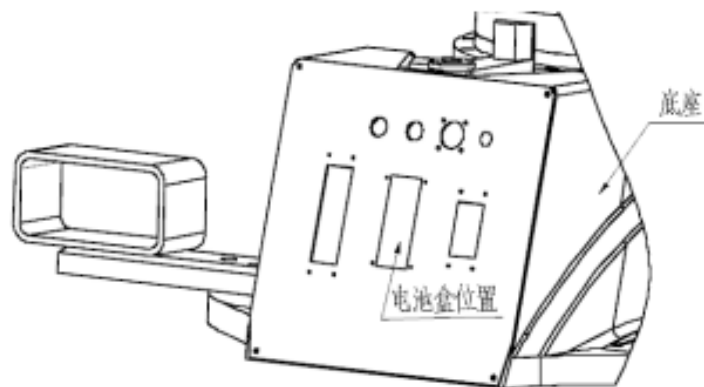
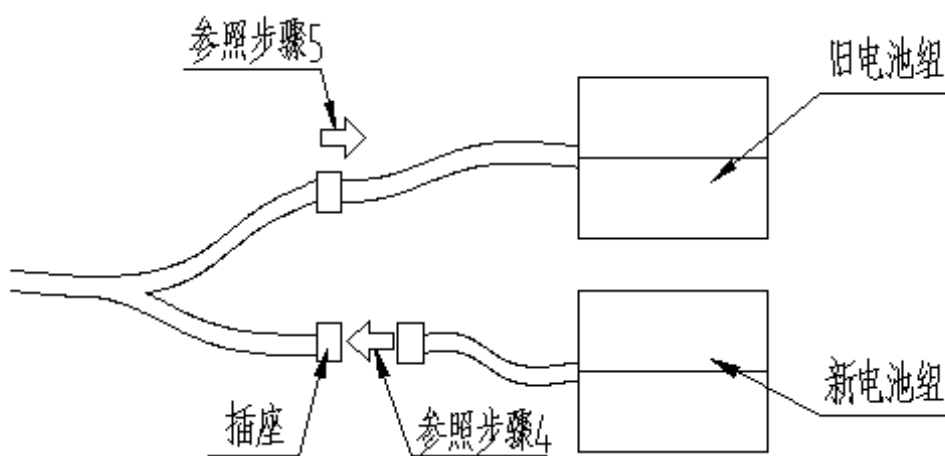

图 13 电池盒位置
图 14 电池组连接
- ① 关闭控制器主电源；
- ② 拧下螺钉，拆下电池盒，拉出旧电池组，以便更换。电池盒的安装位置如图 13 所示；
- ③ 将旧电池组从电池盒中取出，注意不要拔下旧电池组的插头；
- ④ 将新电池组的插头插在空闲的插座上，参照图 14；